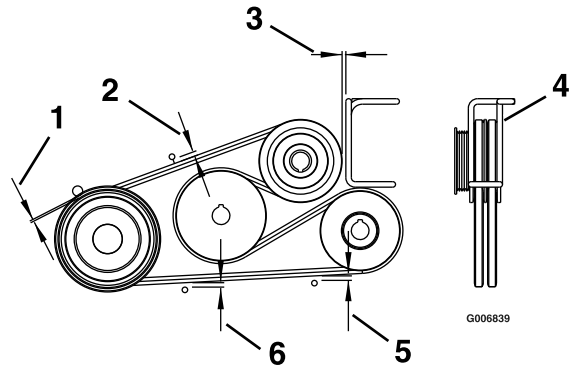

Figura 60
4. Ajuste las guías de las correas, como se muestra en Figura 60.